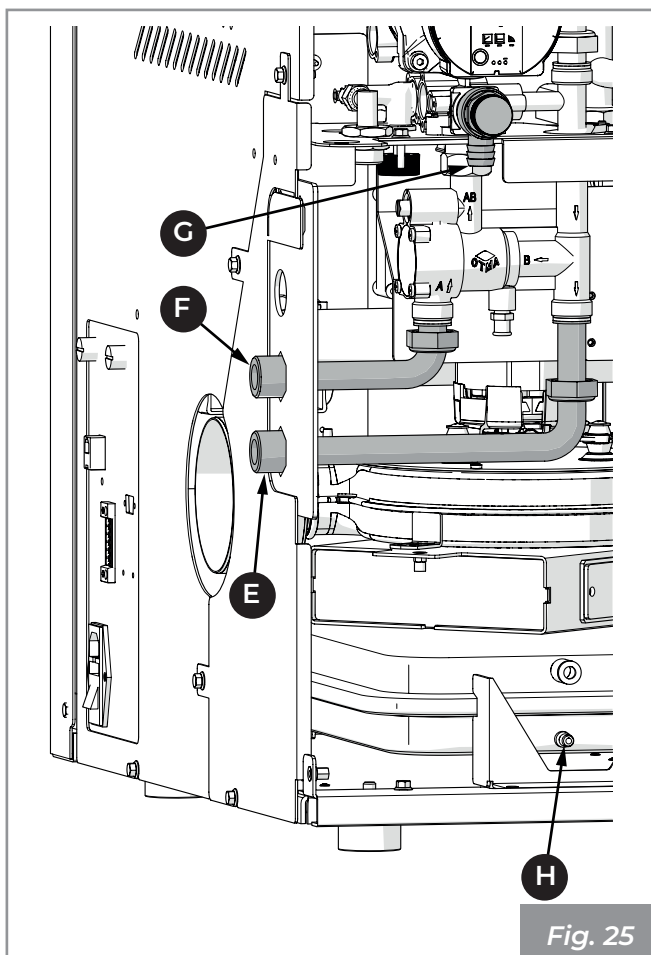

Fig. 25
- Collegare l'apparecchio all'impianto di riscaldamento attraverso i tubi di mandata (E) e di ritorno (F - Fig. 25).
- Predisporre un tubo di scarico a perdere, di diametro opportuno, a cui collegare lo scarico della valvola di sicurezza (G).